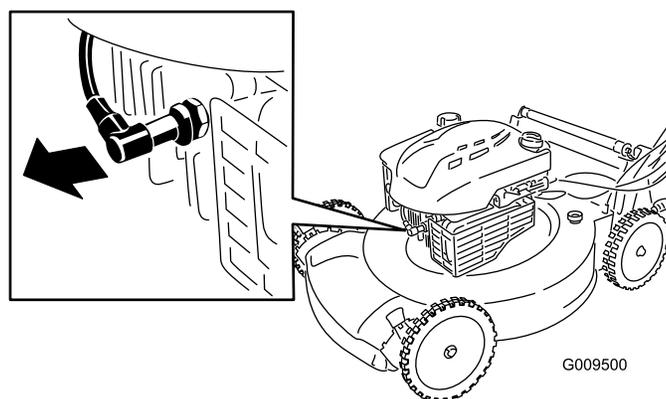

Рисунок 20
2. Отсоедините провод от свечи зажигания (Рисунок 20).